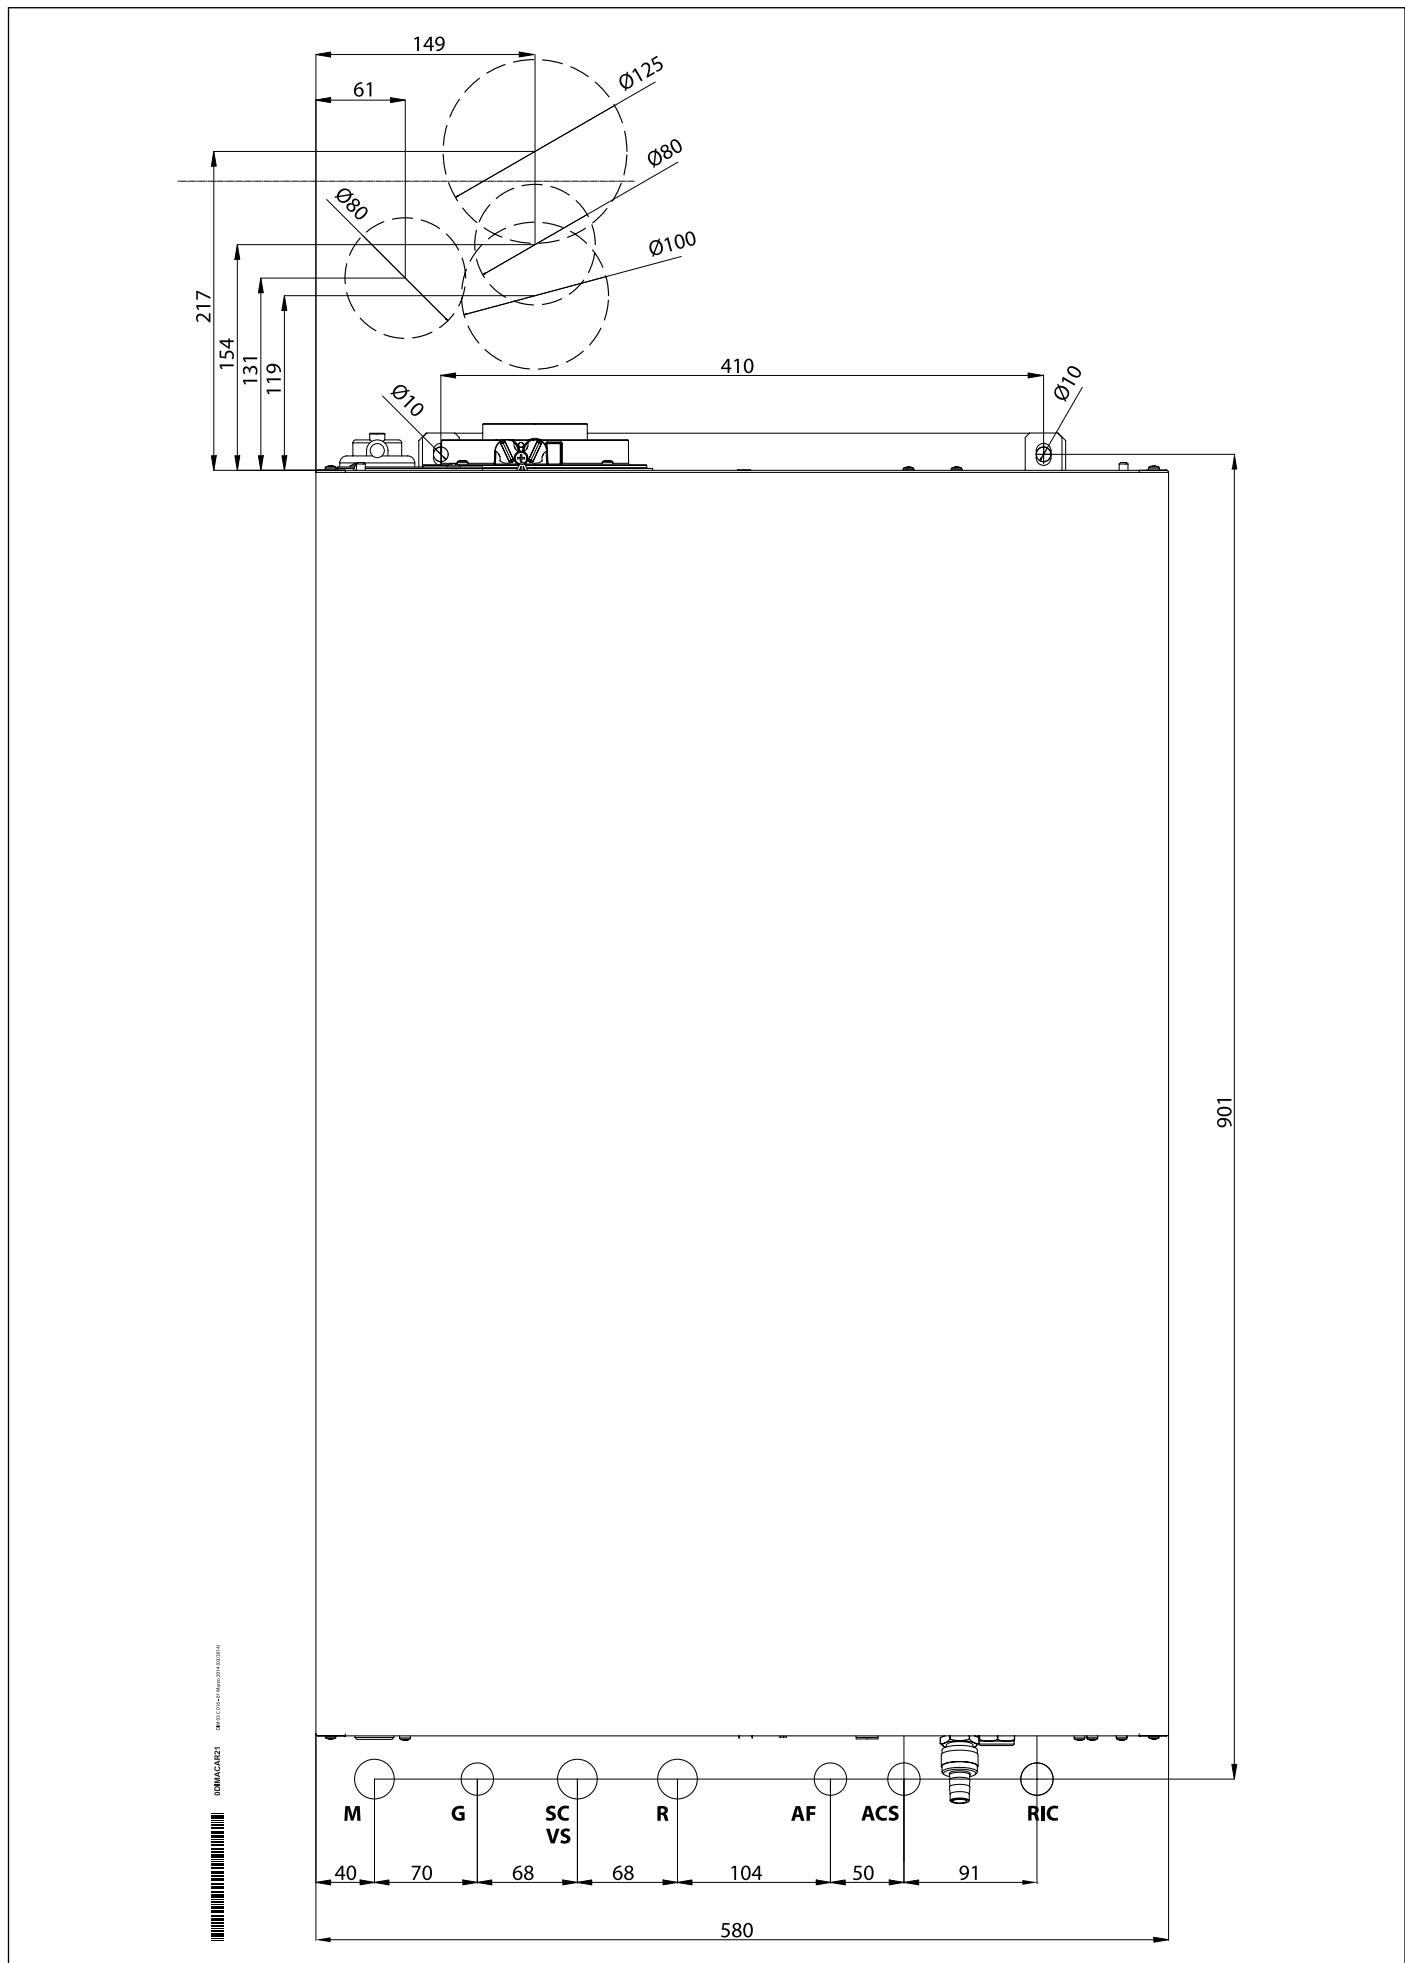

Fig. 6 Şablon de hârtie
- » Şablon de montare a centralei pe perete (vezi Fig. 6 Şablon de hârtie).
Fiecare echipament este însoțit de un şablon de hârtie inclus în ambalaj (vezi Fig. 6 Şablon de hârtie).
- Fixați şablonul (vezi Fig. 6 Şablon de hârtie) pe perete